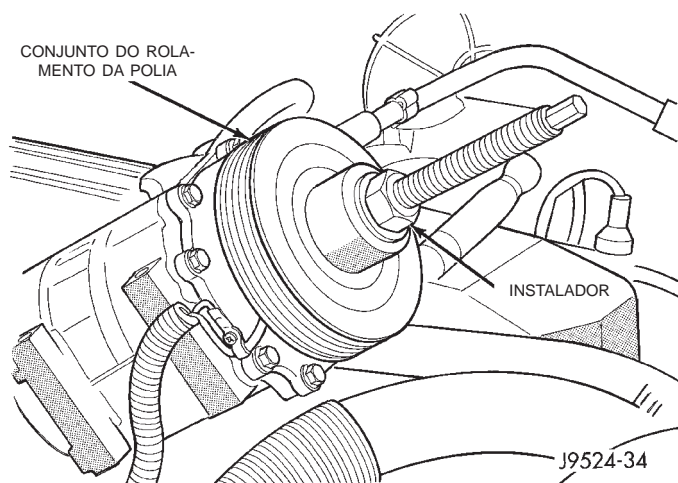

Fig. 28 Instalação da Polia do Acoplador
(1) Instale a bobina de campo do acoplador e o anel de pressão.
(2) Instale o clipe de retenção do chicote de fiação do fio da bobina do acoplador sobre o compartimento dianteiro do compressor e aperte o parafuso retentor.
(3) Alinhe de forma quadrada o conjunto do rotor no cubo dianteiro do compartimento do compressor.
(4) Instale o conjunto do rolamento da polia com o instalador (Ferramenta Especial C-6871) (Fig. 28). Rosqueie o instalador sobre o eixo; em seguida, gire a porca até que o conjunto da polia esteja colocado.